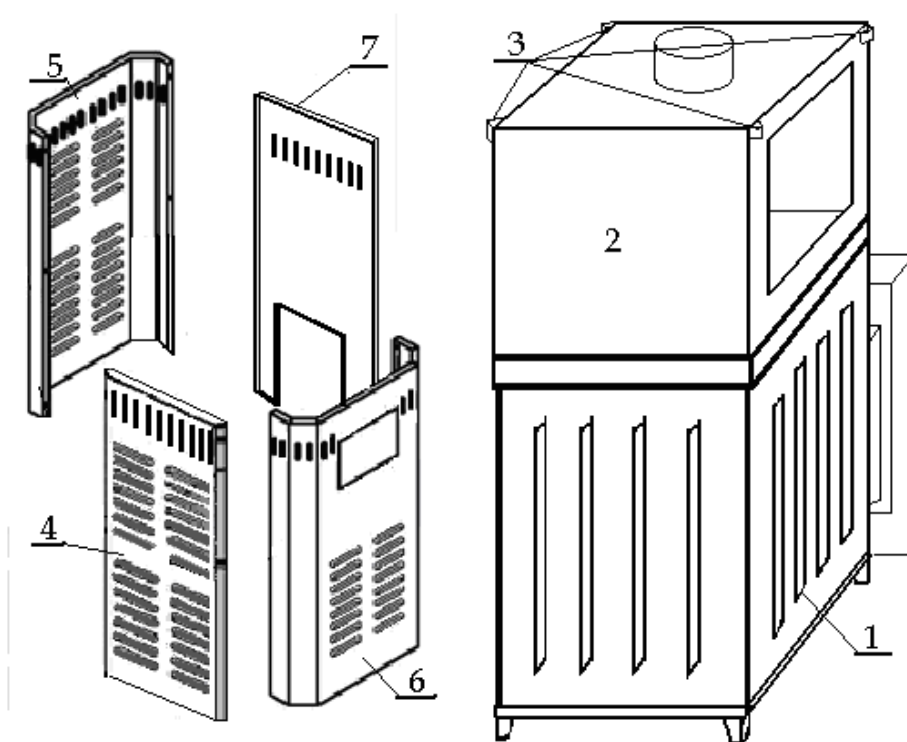

Рис.2. Сборка облицовки печи Сударушка М
5.2. Облицовка Сударушки М собирается из щитков (4,5, 6,7), с помощью винтов и гаек (см.рис.2);